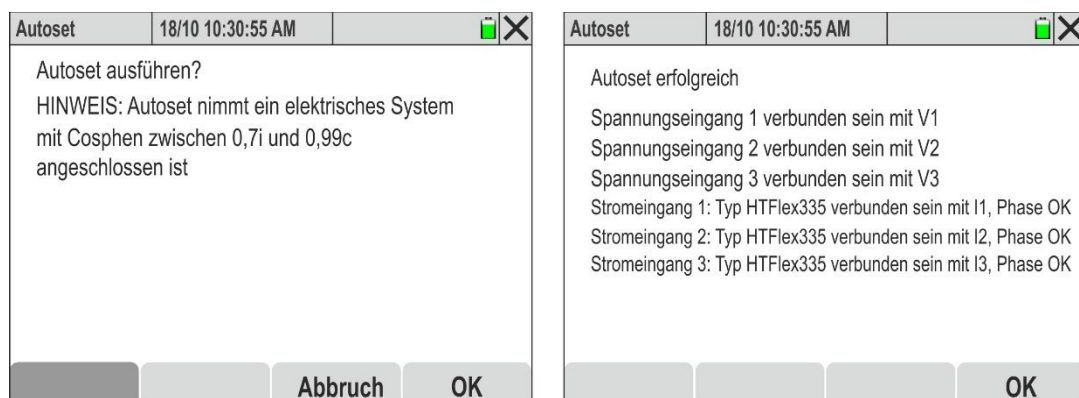

Abb. 71: Autaset-Ausführung ohne Verbindungsfehler
3. Tippen Sie auf die Schaltfläche „Autaset“. Der Bildschirm von Abb. 71 – links (**bezogen auf ein dreiphasiges 4-Leiter-System**) wird auf dem Display angezeigt
5. Bestätigen Sie dies, indem Sie auf die Schaltfläche „OK“ tippen. → Die Funktion wird ausgeführt. Nach einigen Augenblicken wird der Bildschirm von Abb. 71 – rechts im Falle einer **korrekten Autoset auf dem Display angezeigt**. Folgende Parameter werden kontrolliert: